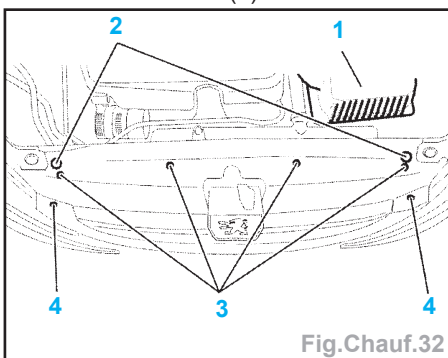

Fig.Chauf.32
- Déposer (Fig.Chauf.32) :
- le boîtier filtre à air (1)
- les vis de fixation de cassette de refroidissement (2),
- les agrafes (3),
- les vis de fixation (4).